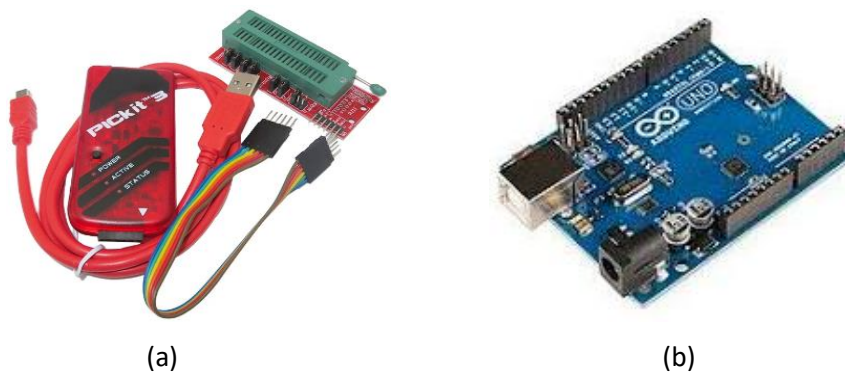

Figure4.6 Exemple de programmeur
- PICKIT pour les PIC (figure 4.6.a).
- AVRISP pour les AVR (L'**Arduino Uno** utilise un microcontrôleur ATmega328P, qui peut être programmé via un programmeur USB-to-serial intégré sur la carte (figure4.6.b).